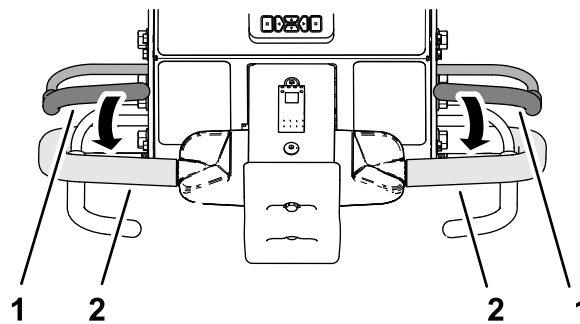

Bild 93
3. Fassen Sie den linken oder rechten Lenker und den Schaltbügel (Bild 93), und drücken Sie den Schaltbügel an den Lenker.